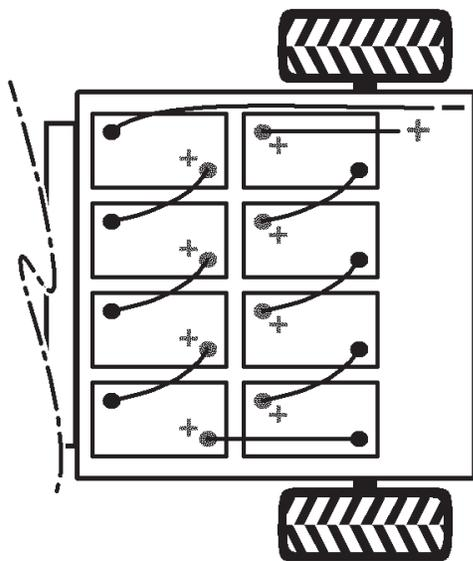

Figura 10
4. Montate le batterie come illustra la Figura 10.
6. Collegate tutte le batterie utilizzando i cavi a corredo con le parti sciolte, come illustra la Figura 10. Verificate che i cavi non possano venire a contatto con spigoli aguzzi.